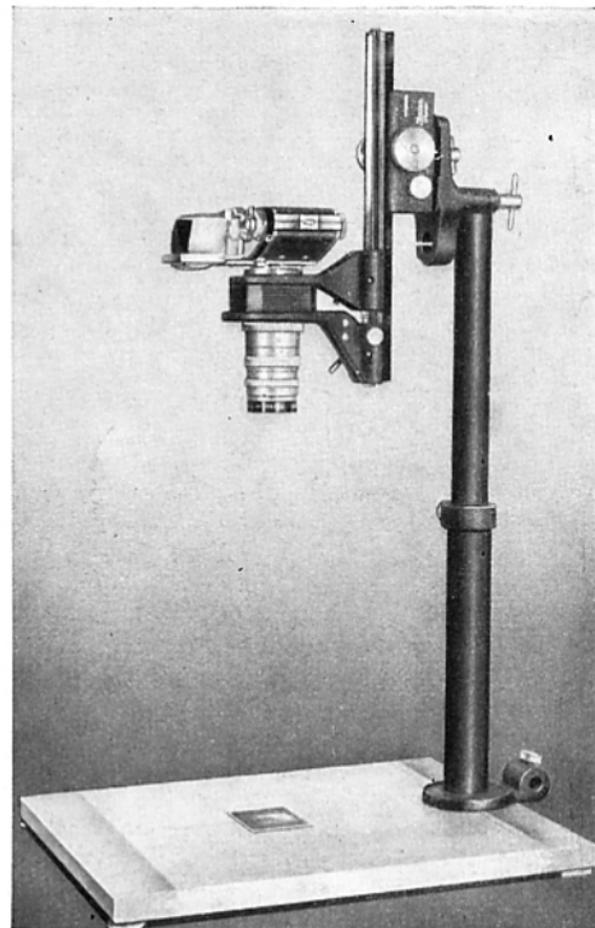

Abb. 4
entweder beide zusammen, siehe Abb. 4 und 9, oder die unterste Säule (2) allein, siehe Abb. 3, 5 und 8. Diese unterste Säule (2) wird mit einem Anschlagring (2/2) geliefert, dessen Verwendung in Abschnitt E (Mikroaufnahmen) erklärt wird. Damit man die Säulen (2 und 3) fest zusammenschrauben bzw. auf den Säulenfuß (1/2) aufschrauben oder bequem wieder lösen kann, werden zwei Metallstifte (4 a und 4 b) mitgegeben. Sie werden durch die Löcher in den Säulen (2 und 3) hindurchgesteckt und ergeben dann entsprechende Hebelarme, die - wie soeben erwähnt - beim Verbinden oder Lösen der Säulen kraftsparend wirken.